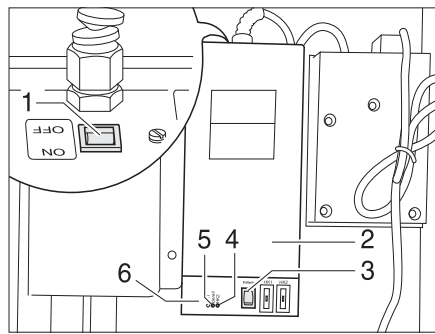

Fig. 111 Transformador con aparato regulador
Según el modelo, el transformador de 230 V AC/12 V DC (Fig. 111,2) estará instalado en el armario ropero o en el baúl del grupo de asientos.
- La luz de control (Fig. 111,5) se enciende de color verde: Regulación en funcionamiento
- Las luces de control (Fig. 111,4 y 6) se encienden rojas: Las tuberías de aguas residuales se calientan
La carcasa tiene un pulsador de prueba (Fig. 111,3) integrado con el cual se puede poner en funcionamiento brevemente el aparato regulador. Presionando el pulsador de prueba se puede comprobar el funcionamiento del calentamiento aún cuando la temperatura ambiente sobrepase los 5 °C.
- Poner el interruptor (Fig. 111,1) en el transformador (Fig. 111,2) en "ON".
- Poner el interruptor (Fig. 111,1) en el transformador (Fig. 111,2) en "OFF".